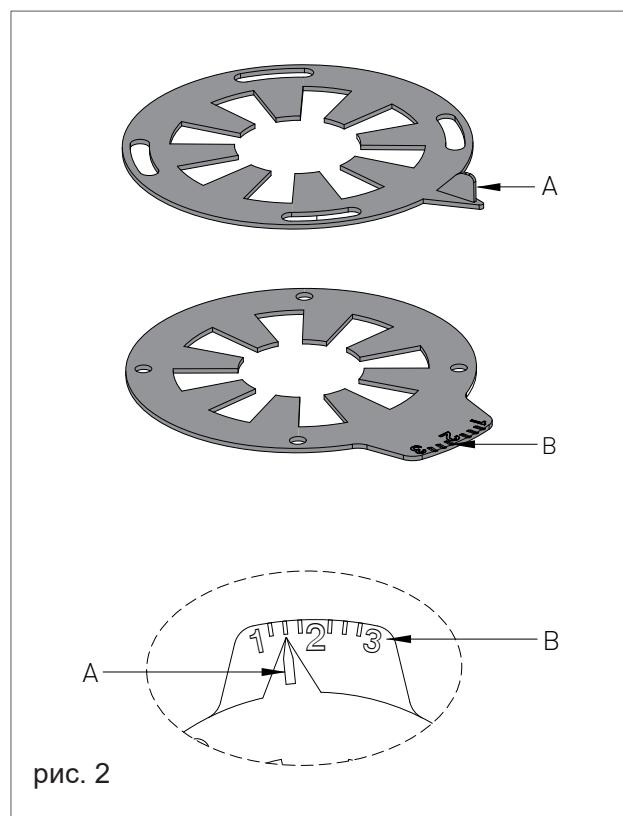

рис. 2
Регулировка диафрагм осуществляется следующим образом (см. рис. 2):
- › Если указано: «без предварительной маркировки», необходимо удалить все имеющиеся в диафрагмах предварительные маркировки (PR-рис. 2).
- › Переместите контрольный указатель (A-рис. 2), двигаясь по указателю с делениями (B-рис. 2) в соответствии с необходимой регулировкой.
- Регулировка диафрагм осуществляется следующим образом (см. рис. 2):